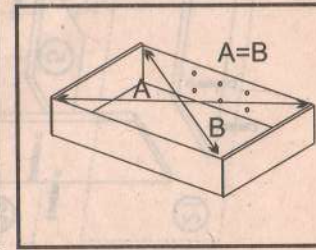

рис. 3
**Замечание:** перед тем, как прибить заднюю стенку (оргалит), необходимо выставить равенство диагоналей А и В, см. рис. 3.